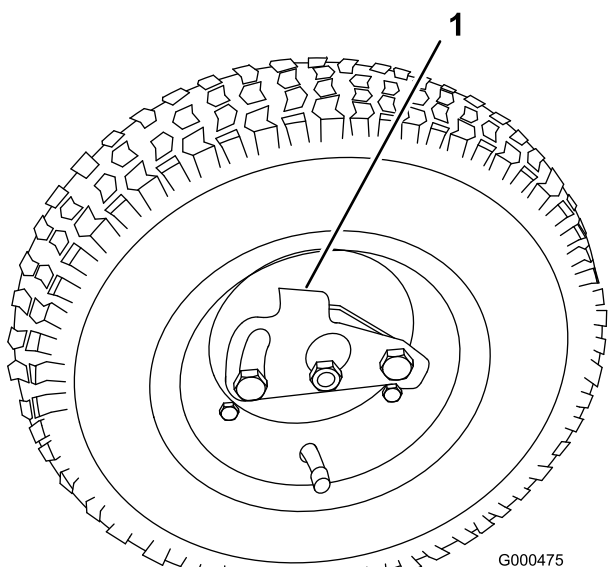

Figura 10
2. Premete il clip di bloccaggio verso il centro della ruota, e collocate quest'ultima sull'albero esagonale (Figura 10).